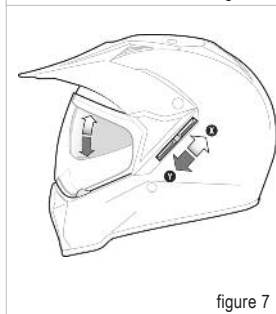

figure 7
Voir figure 7
**L'actionnement de la visière pare-soleil interne s'effectue à travers le mouvement du bouton placé sur la partie latérale gauche du MX Tourer (Voir figure 7).**